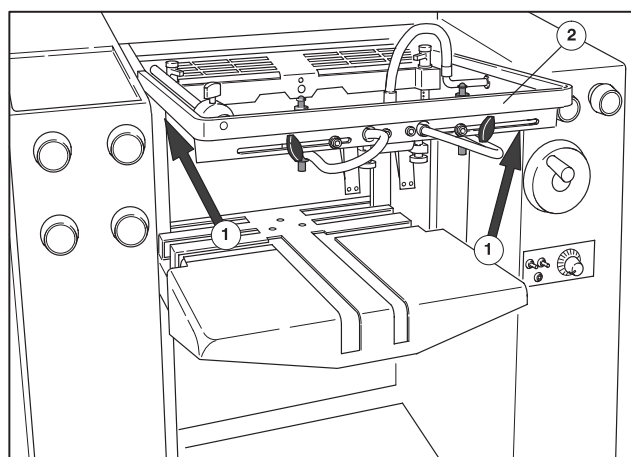
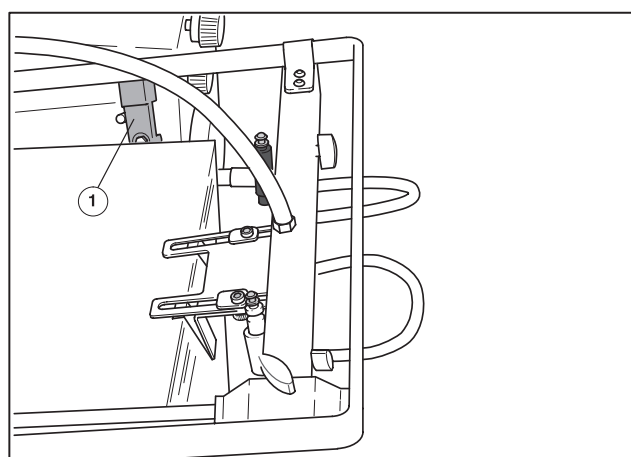
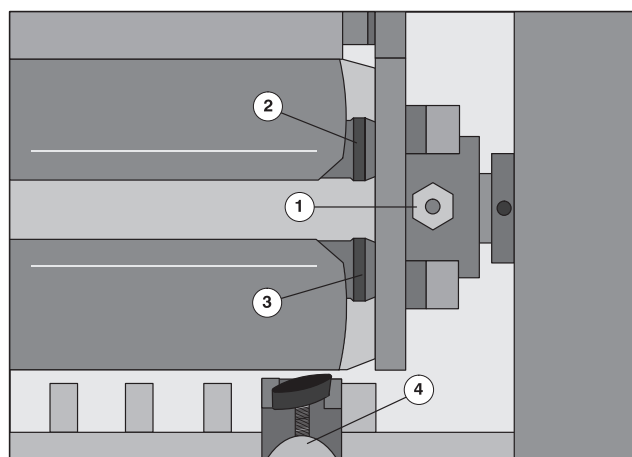

Рис. 15 Опоры накладной рамы
Рис. 16 Опора накладной рамы на стороне привода
Рис. 17 Замена офсетного полотна
- ❶ Опустите стапель на самонакладе.
- ❷ Слегка приподнимите накладную раму (Рис. 15/❷).
- ❸ Поверните вниз опоры накладной рамы (Рис. 15/❶, стрелка) на стороне привода (Рис. 16/❶) и на стороне обслуживания.
- ❹ Опустите накладную раму (Рис. 15/❷) на опоры.
- ❺ Откройте защитное ограждение перед офсетным цилиндром.
- ❶ Продвиньте тактовые ролики (Рис. 17/❹) в сторону привода и сторону обслуживания, чтобы избежать повреждений офсетного полотна.
- ❷ Продвигайте машину кривошипной рукояткой или в толчковом режиме до тех пор, пока натяжные валы офсетного полотна (Рис. 17/❷ и 17/❸) не будут обращены к самонакладу.
- ❸ Поворачивайте шестигранный болт (Рис. 17/❶) с помощью шестигранного ключа против часовой стрелки до тех пор, пока зажимные планки не встанут почти перпендикулярно к каналу цилиндра.
- ❹ Слегка нажмите заднюю зажимную планку офсетного полотна (Рис. 17/❸) против действия пружины в натяжном валу, в сторону обслуживания и вытащите ее из паза натяжного вала.
- ❺ Продвигайте машину назад рукояткой или в толчковом режиме до тех пор, пока не покажется передний натяжной вал. При этом придерживайте правой рукой офсетное полотно и подкладочные листы.
- ❻ Слегка нажмите переднюю зажимную планку офсетного полотна (Рис. 17/❷) против действия пружины в сторону обслуживания и вытащите ее из паза натяжного вала.
- ❼ Вставьте в обратном порядке новое офсетное полотно с подкладочным листом (смотрите главу С "Печатная секция, Поддебельная бумажная подложка").
- ❽ Сильно натяните офсетное полотно, вращая натяжной болт (Рис. 17/❶) с помощью торцевого ключа в направлении часовой стрелки.
- ❾ Выставьте опять **тактовые ролики** на формат; при перемещении обратите внимание на **правильное зашелкивание тактовых роликов**. Зафиксируйте тактовые ролики в застопоренном положении с помощью винтов с ручкой.
- ❿ Приподнимите накладную раму (Рис. 15/❶).
- ⓫ Поверните вверх опоры накладной рамы (Рис. 15/❶, стрелка) на стороне обслуживания и на стороне привода.